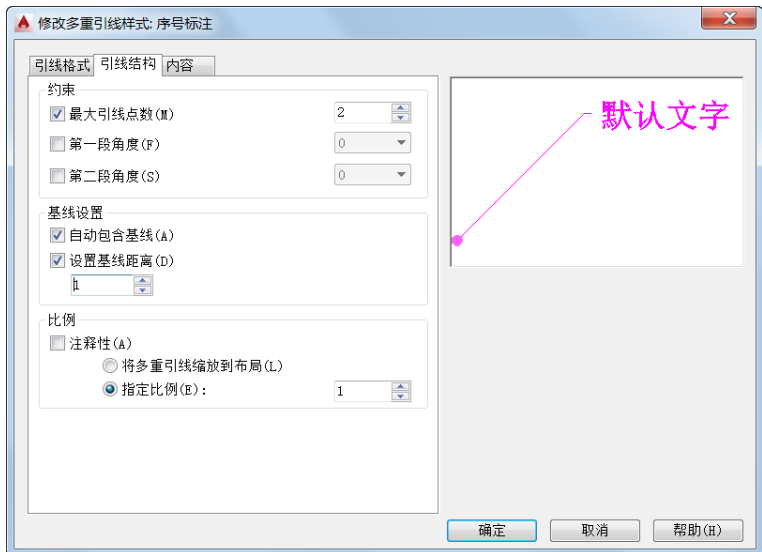

图 8-44 设置引线结构
⑤ 切换至“引线结构”选项卡，设置图 8-44 所示的引线结构选项及参数，主要包括最大引线点数、第一段角度、第二段角度、自动包含基线和设置基线距离等。